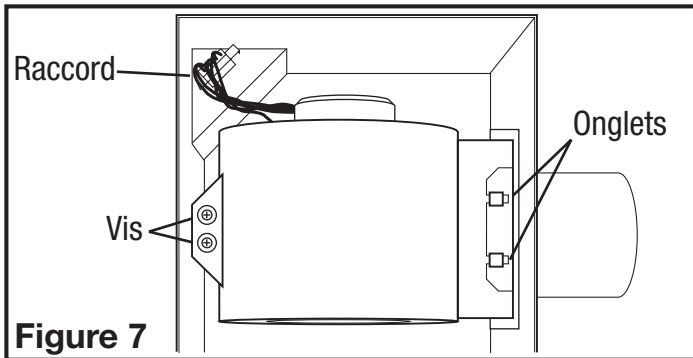
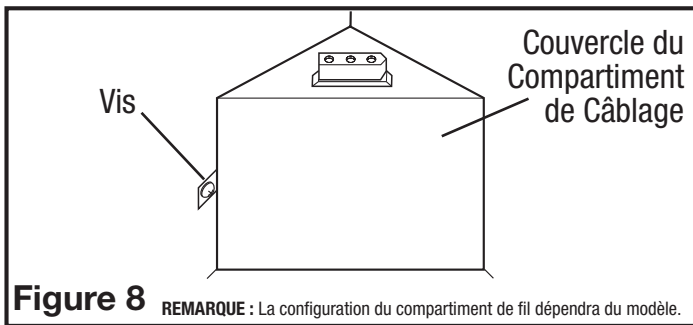

Figure 7
Figure 8
- 1b. Compartiment de Câblage Intérieur: Enlever les trois vis retenant en place l'assemblage de la soufflante et soulever pour sortir l'assemblage hors du châssis (Figure 7). Enlever la vis (ou les vis) du couvercle du compartiment à câblage et mettre ce couvercle dans un endroit fiable (Figure 8).